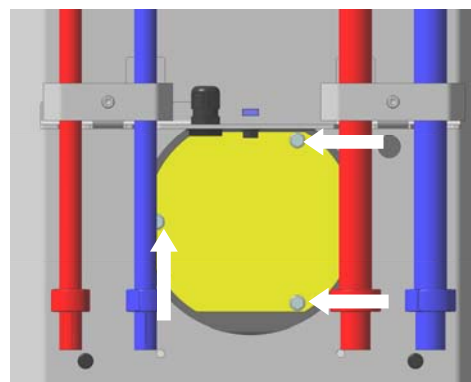
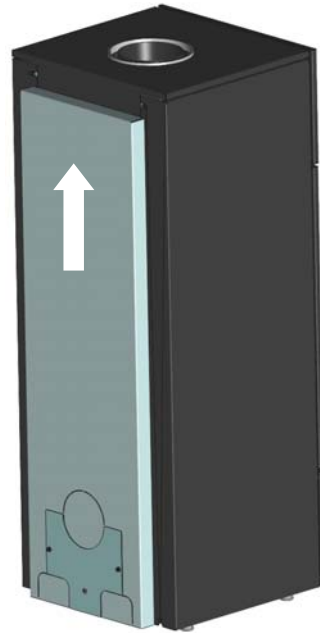

Abb. 8: Blinddeckel
Abb. 11: Entnahme Rückwand
2. Den Blinddeckel hinten durch Lösen der drei Schrauben demontieren (siehe Abb. 8). Der Deckel befindet sich hinten unten im Ofensockel. Für den Zugang muss die Rückwand demontiert werden (Abb. 11 Seite 12),
Ihr Giro ist mit einer geschlossenen Rückwand ausgestattet, die abgenommen werden kann (siehe Abb. 11). Dazu die Rückwand nach oben aus den Laschen heben. **Es müssen keine Verschraubungen gelöst werden!**
Der Giro ist serienmäßig verrohrt und bis zu den Anschlüssen dichtheitsgeprüft / abgedrückt. Der wasserseitige Anschluss erfolgt nach Abnahme der Rückwand (siehe Abb. 11).
Zur Montage des Kessel-Fühlers muss die Rückwand entfernt werden (siehe Abb. 11).